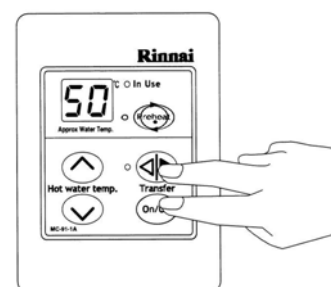

fig. 1
STEP 1: Sul comando remoto principale (Master) premere e mantenere premuti simultaneamente i tasti **Transfer** e **ON/OFF** (vedere fig.1) fino a quando il comando emette un "beep".